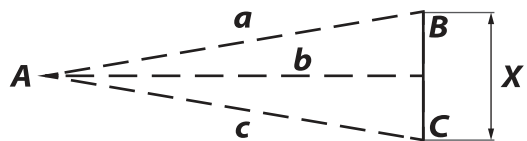

Рис. 6
4. В третьем варианте необходимо измерить длину «X», где «X» - сторона «BC» треугольника «ABC». (Рис. 6).